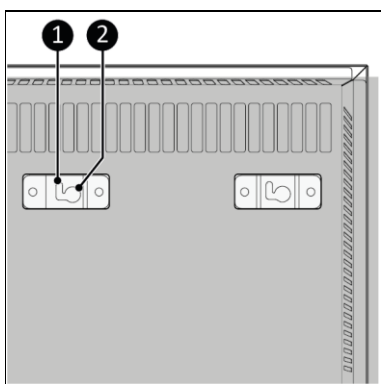

Figura 13
14. Așezați orificiile suportului (Figura 13, poz. 2) peste șuruburile de perete.
15. Glisați dispozitivul spre stânga și lăsați-l să cadă în deschiderea suporturilor (Figura 13, poz. 1).